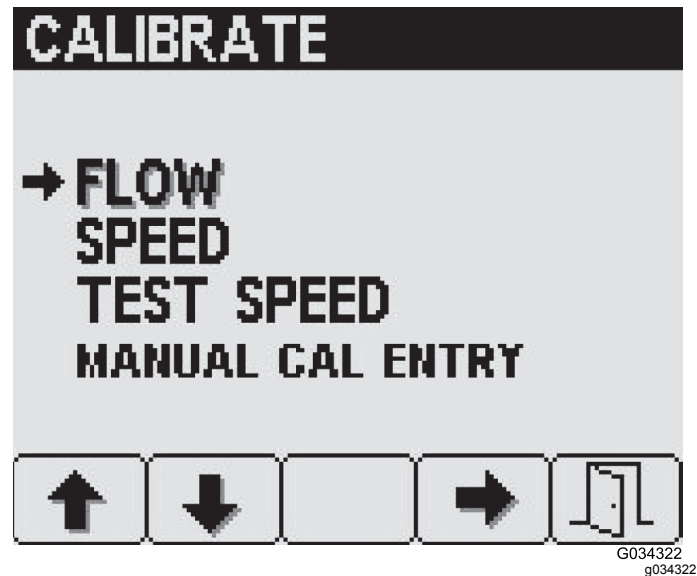

Figura 31
- Para aceder ao ecrã de fluxo, prima o botão 4 no ecrã de fluxo (Figura 31) para seleccionar fluxo.
2. Para aceder ao ecrã de velocidade, prima o botão 2 no ecrã de calibração até chegar à opção de velocidade, depois prima o botão 4 (Figura 31) para selecionar.